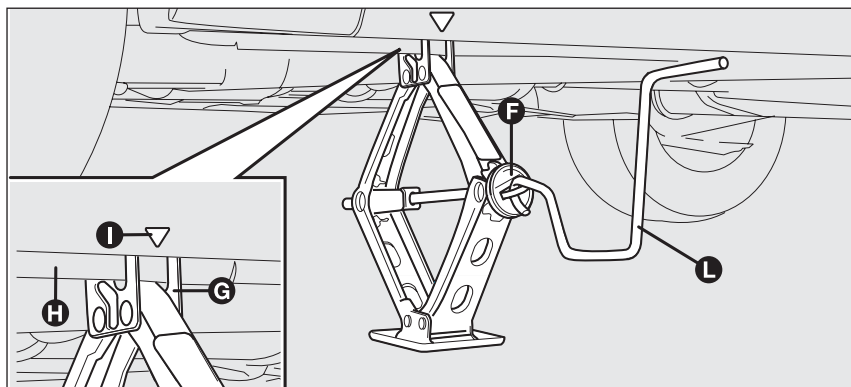

fig. 14
- ☐ accione el dispositivo **F-fig. 14** para abrir el gato, hasta que la ranura **G** en la parte superior del gato se introduzca correctamente en el perfil inferior **H** ubicado en la carrocería en correspondencia a la indicación **I** (a unos 60 cm del centro de la rueda delantera, o bien, a 80 cm del centro de la rueda trasera);
- ☐ introduzca la manivela **L-fig. 14** para accionar el gato y levantar el coche hasta que la rueda se alce algunos centímetros del suelo;
- ☐ accione la manivela **L-fig. 14** del gato para bajar el coche y quite el gato;